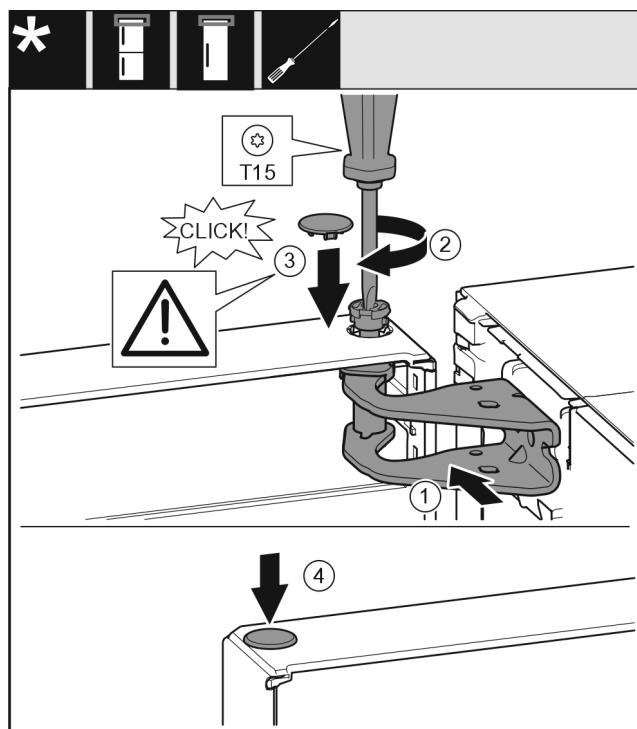

Fig. 23
- ▶ 将门的上方对准托架中的开口。 Fig. 23 (1)
- ▶ 放入螺栓 Fig. 23 (2) 并用螺丝刀拧紧。
- ▶ 安装冰箱门安全装置的安全盖 Fig. 23 (3)：放入安全盖并检查其是否在门上。此外将螺栓完全插入。
- ▶ 放上堵头 Fig. 23 (4)。